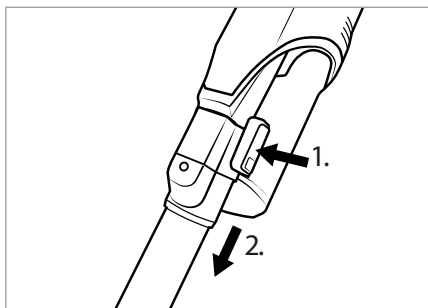

Fig. 11
- ♦ Pour retirer le tube d'aspiration **23** de l'appareil, maintenez la touche de déverrouillage du tube d'aspiration **24** enfoncée et retirez le tube d'aspiration **23** de l'orifice d'aspiration de l'appareil (voir fig. 11).